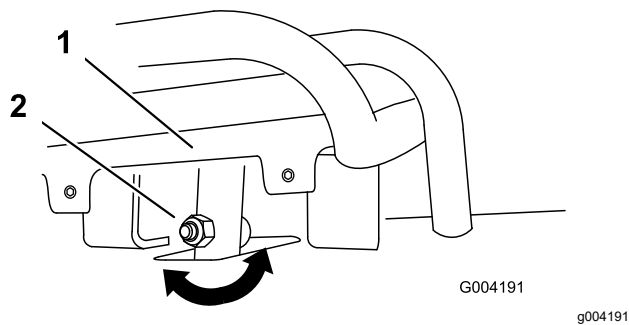
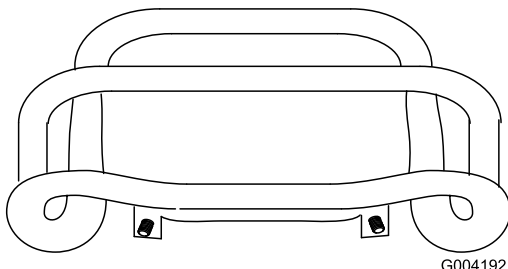

Bild 54
Bild 55
4. Wenn die Vorderseite des Fahrtriebs nicht bündig und gleichmäßig am Anschlagbügel bleibt, lösen Sie die Bundmutter und die Schraube im Schaft des Fahrtriebs (Bild 54).
5. Stellen Sie den Fahrtriebshebel so ein, dass er bündig am Anschlagbügel bleibt, wenn er gerade nach hinten gezogen wird (Bild 54 und Bild 55).